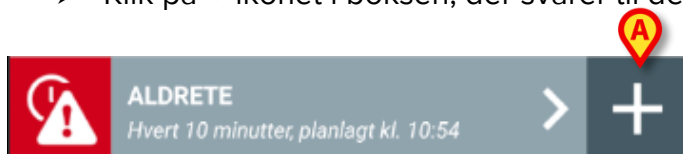

Fig. 65
- Klik på **+** ikonet i boksen, der svarer til det ønskede datasæt (Fig. 65).